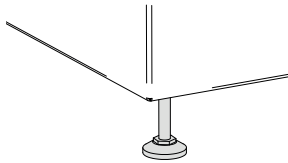

Bild 1
3. Bodenunebenheiten anhand der integrierten Stellfüße ausgleichen, d.h. Kontermuttern lösen - Gerät ausnivellieren - Kontermuttern wieder anziehen. (Bild 1)